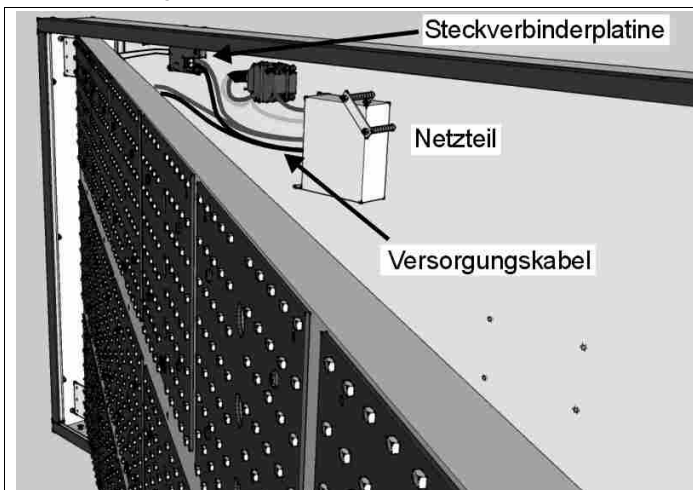

Abb. 16: Ersetzen einer Stechverbinderplatine
2. Die Steckverbinderplatine ausfindig machen (Abb. 16); danach alle Anschlüsse aus der Platine herausnehmen und deren Position vermerken.